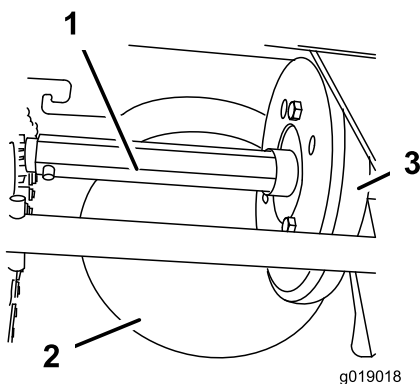

Bild 33
Schmieren Sie die Sechskantwelle mit Kfz-Öl leicht einmal pro Jahr ein (Bild 33).
**Wichtig:** Achten Sie darauf, dass kein Öl auf das Gummirad oder die Stahlriemenscheibe gelangt, da der Fahrantrieb sonst rutscht (Bild 33).